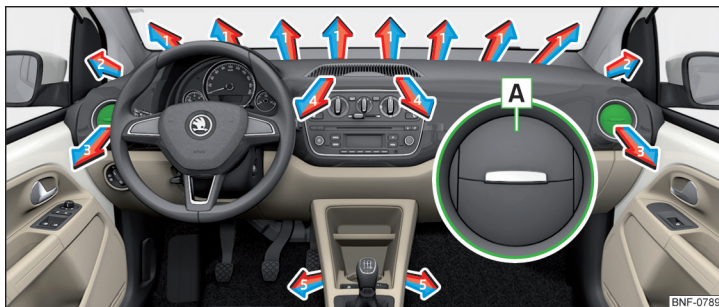

Fig. 83 Fantele de ventilație
La fantele de ventilație 3 » fig. 83 se poate modifica direcția curentului de aer, iar duzele se pot închide și deschide și individual.
- Pentru **deschidere**, apăsați pe marginea exterioară a lamelei în zona **A** » fig. 83.
| Setarea direcției fantei de ventilație | Gurile de ventilație » fig. 83 |